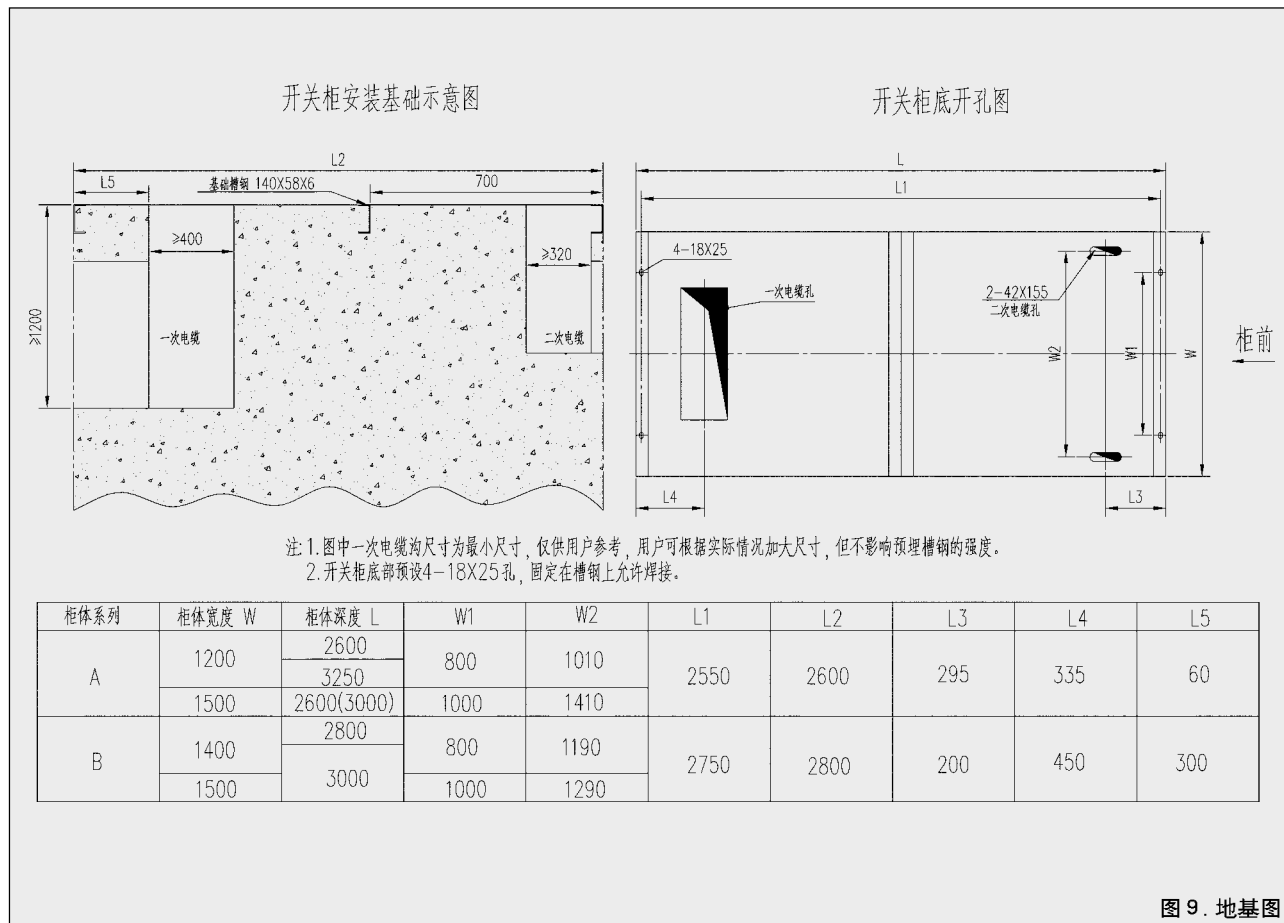

图 9. 地基图
1. 开关柜安装前，首先应检查安装基础是否合格(应符合《电气装置安装工程盘、柜及二次回路结线施工及验收规范》GB 50171-1992 的要求。)开关柜安装基础示意及开关柜底框开孔参见图 9。